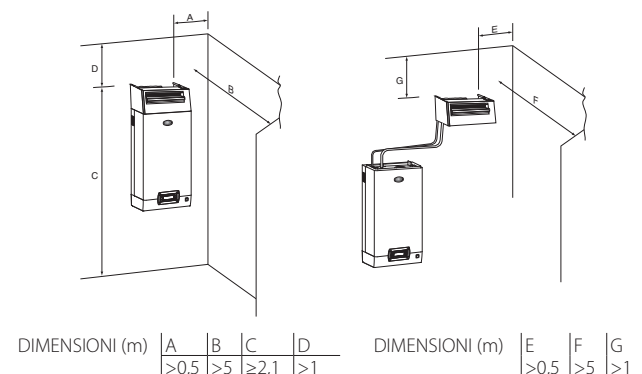

Fig. 3.c
2. il supporto di fissaggio a forma di "L" (vedi particolare 1 Fig. 3.c) è fornito con i distributori di vapore modelli da DP085* a DP205*. Per lunghezze inferiori il supporto può essere fornito come optional (cod. 18C478A088).
Attenzione: Per ottenere una corretta diffusione di vapore rispettare le distanze indicate nella fig. 3.c.